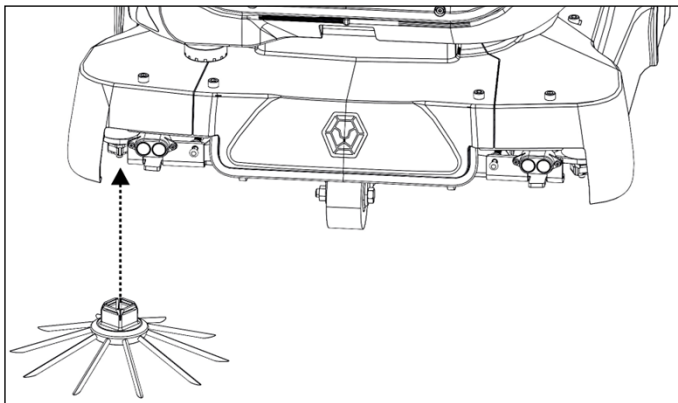

Figure 10
2. Installez la brosse (Fig. 10). Vous pouvez entendre un clic lorsque la brosse est installée avec succès.